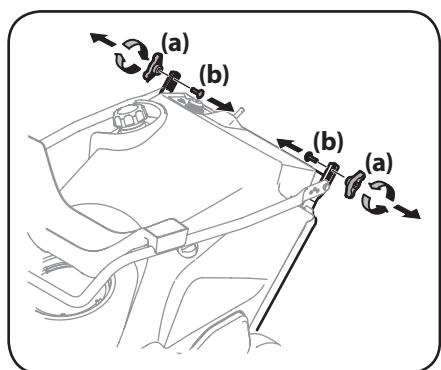

Figura 2-9
1. Si no lo hizo antes, instale la clavija del canal (a) sobre el canal (b) como se muestra en la Figura 2-9. Compruebe que la clavija quede alineada en el canal sobre el mismo y que las lengüetas están ajustadas en su lugar.